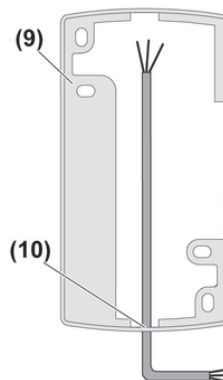

Bild 4: Bakstycke och installationsram
- För in de skruvlösa fästklämmorna i hållarna (5) på kåpan (bild 4).